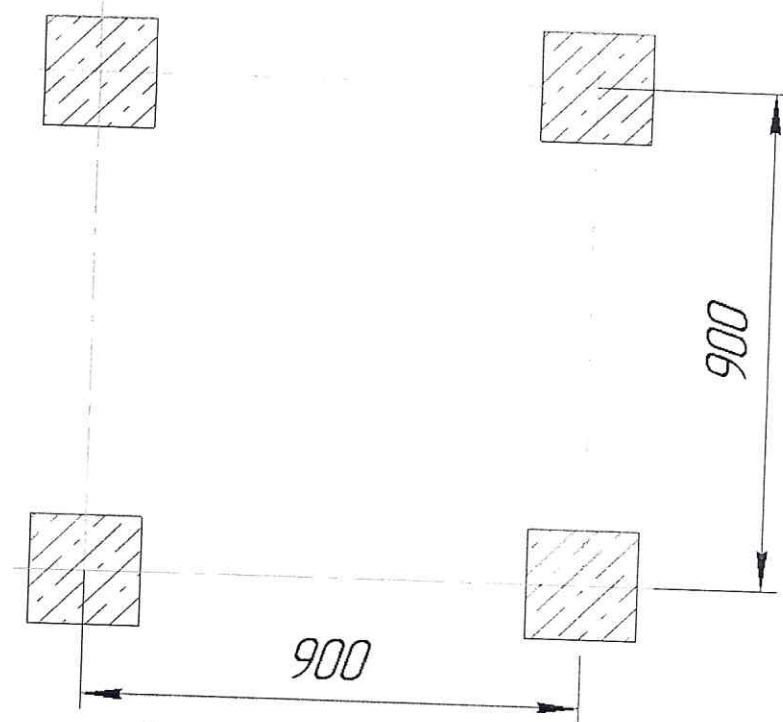

Рис.5 Схема фундамента
- разметить площадку (рис.5) и подготовить яму, глубиной 400 мм;